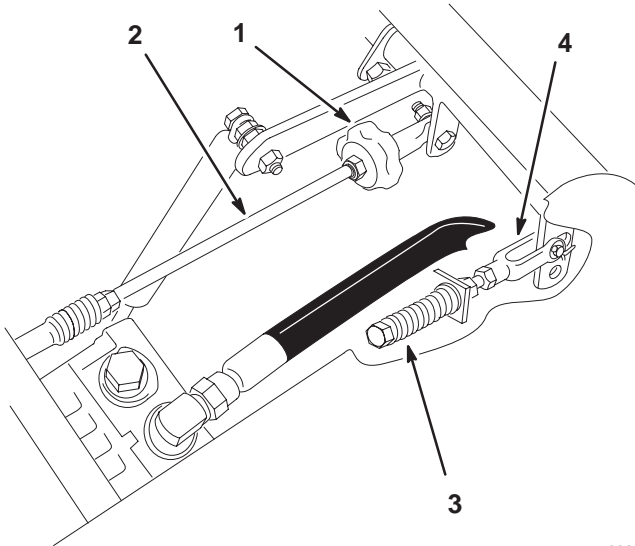

Figure 56
- Réglez la longueur de la tige de pompe en tournant le bouton dans le sens voulu, jusqu'à ce que la roue soit immobilisée ou tourne légèrement en marche arrière (Fig. 56).